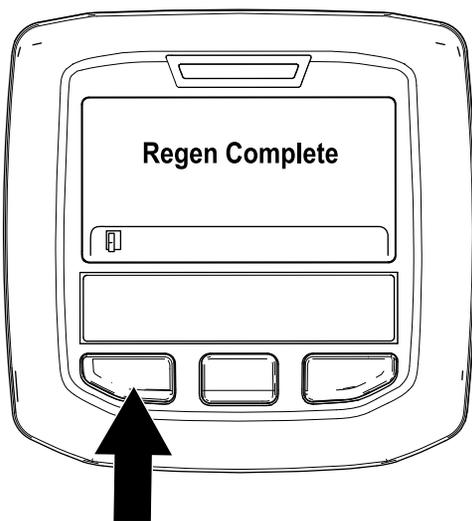

Рисунок 57
9. Когда регенерация с парковкой будет завершена, на дисплее инфо-центра появится сообщение «Regen Complete» («Регенерация завершена»). Нажмите левую кнопку, чтобы перейти на главный экран (Рисунок 57).